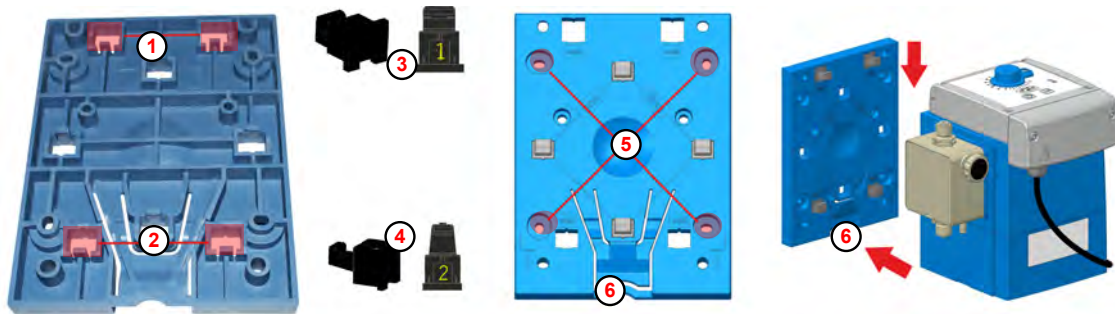

Abb. 5: Vorbereitungen zur Wandmontage
Auf der Unterseite der Montageplatte sind die Öffnungen für die Wandmontage (Abb. 5, ① bzw. ②) mit der Ziffer 2 gekennzeichnet. Für die Wandmontage werden Halteelemente (im Lieferumfang) mit der Kennzahl 1 ③ und der Kennzahl 2 ④ verwendet.
2. ▶ Halteelemente mit Kennzahl 2 ④ von hinten in die zwei oberen Öffnungen ①, bezeichnet mit Ziffer 2 schieben und einrasten lassen.
3. ▶ Halteelemente mit Kennzahl 1 ③ von hinten in die zwei unteren Öffnungen ②, bezeichnet mit Ziffer 2 schieben und einrasten lassen.
5. ▶ Montageplatte als Schablone verwenden und mit einem spitzen Stift die gewünschten Bohrlöcher ⑤ anzeichnen.